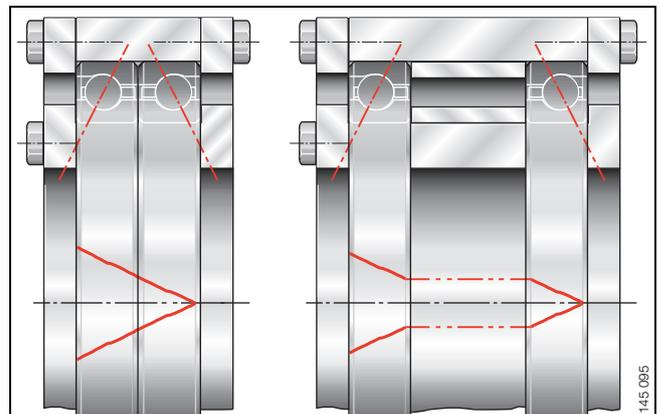

Bild 3 · Markierung zusammengepasster Schrägkugellager
- zusammengepasste Dünnringlager sind durch Linien markiert (Bild 3)